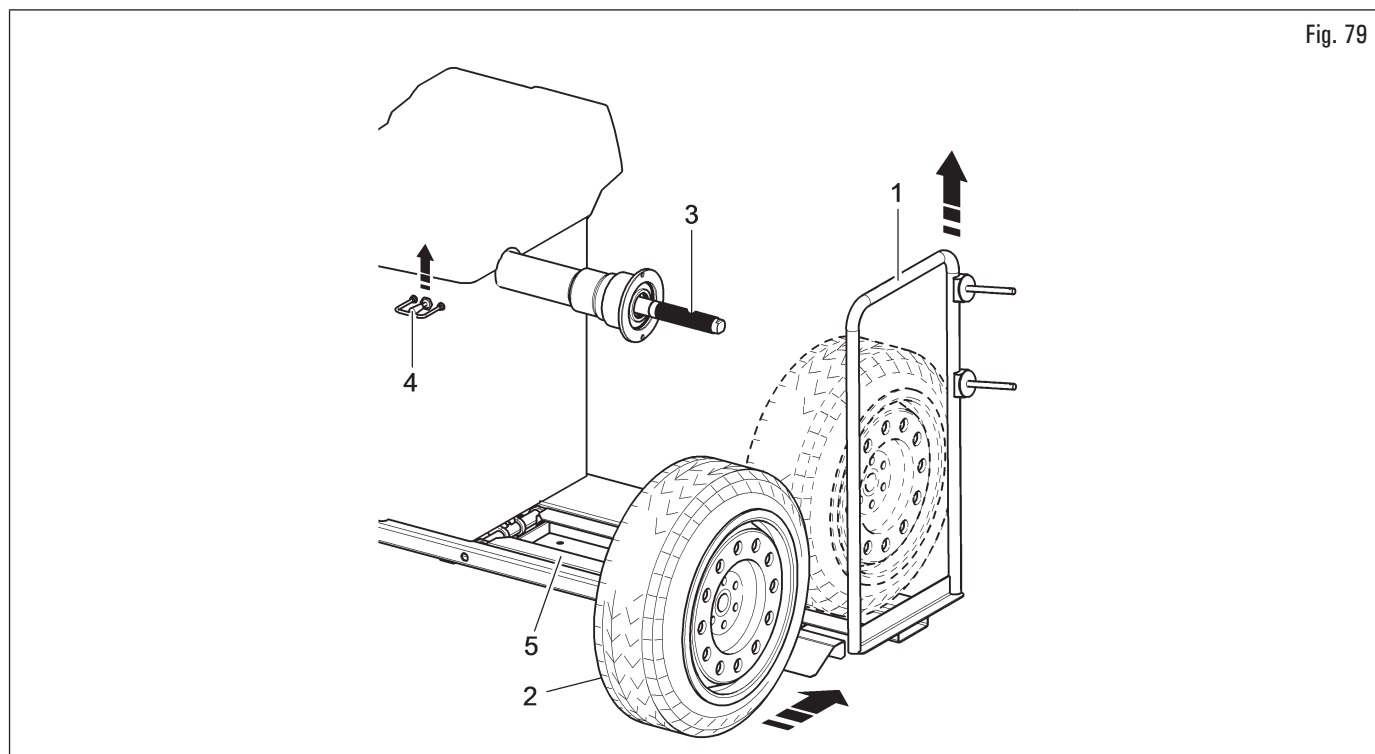

Fig. 79
1. Spostare verso destra l'appoggio ruota (Fig. 79 rif. 1);
2. rimuovere qualsiasi tipo di corpo estraneo dalla ruota (Fig. 79 rif. 2): pesi già esistenti, pietre e fango e accertarsi della pulizia del mandrino (Fig. 79 rif. 3) e della zona di centraggio del cerchio prima di montare e fissare la ruota sul mandrino;
3. posizionare la ruota (Fig. 79 rif. 2) sull'appoggio ruota (Fig. 79 rif. 1) con il lato interno del cerchio verso l'equilibratrice. Azionare il comando del sollevatore (Fig. 79 rif. 4) e, mantenendolo sollevato, far salire la pedana (Fig. 79 rif. 5);
4. spostare verso sinistra l'appoggio ruota (Fig. 79 rif. 1) e, contemporaneamente, centrare la ruota sul mandrino con uno sforzo minimo, indipendentemente dal peso della stessa;